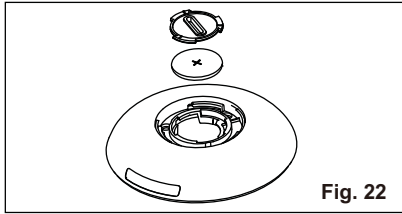

Fig. 22
- Procédez de la même manière pour ouvrir le couvercle de protection intérieur et retirez la pile (Fig. 22).